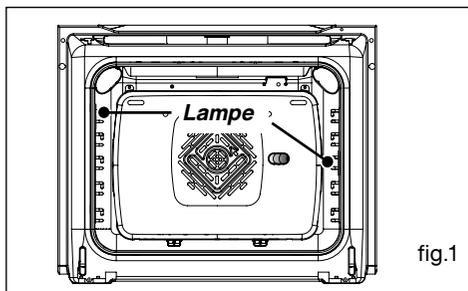

fig.1
- Les lampes sont accessibles: A l'intérieur du four (fig.1).